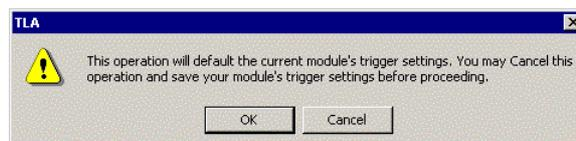

図 2-72 : トリガ設定初期化確認の TLA ダイアログ・ボックス
2. トリガ設定を初期化するにあたっての確認のための TLA ダイアログ・ボックス (図 2-72) が表示されますので、初期化するには<OK>ボタンをクリックするか、[Enter]キーを押します。